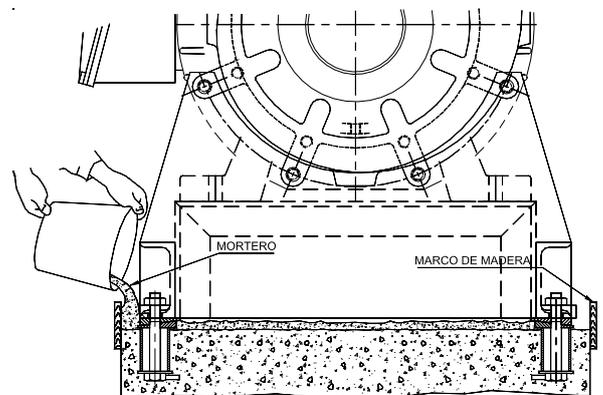

Fig. 5 - Vaciado de mortero de cemento.
9.4.2 Montaje del Equipo (Ver Fig. 5)
9.4.3 Vaciado del Mortero (Ver fig. 5).